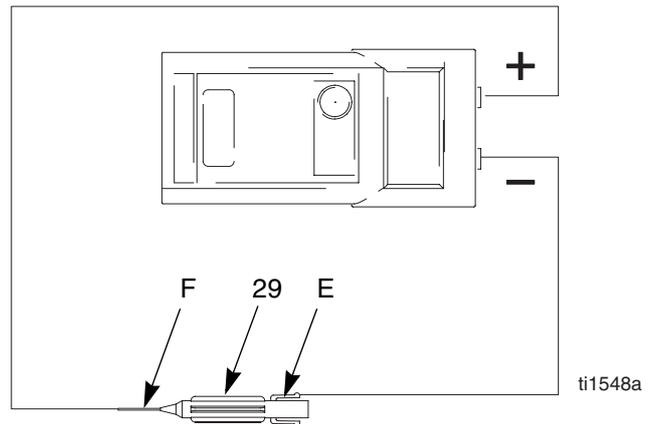

Fig. 20. Electrodo
5. Retire el electrodo (29), en la página 43. Mida la resistencia entre el contacto (E) y el cable del electrodo (F). La resistencia debería ser 20–30 megaohmios. Si estuviera fuera de los límites, reemplace el electrodo. Vea FIG. 20.